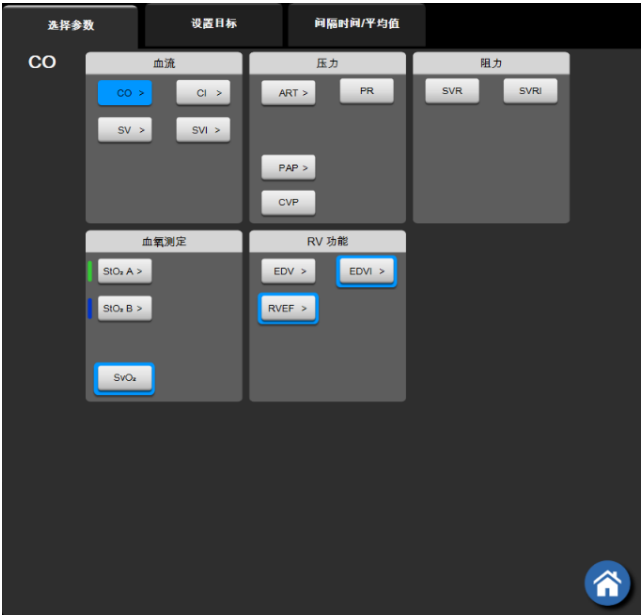

图 5-4 关键参数选择图块配置菜单示例
- 2 图块配置菜单将以彩色高亮展示所选择的参数以及以彩色轮廓展示当前正在显示的其他参数。屏幕上未高亮显示的为可用参数。图 5-4 显示了选择连续参数并使用 HemoSphere Swan-Ganz 模块进行监测时将会出现的图块配置菜单的参数选择选项卡。使用其他 HemoSphere 模块或缆线进行监测时此窗口的外观可能与图 5-4 中显示的不同。参数可分成几类。可用的类别取决于当前监护模式。下面列出的类别在参数选择配置菜单中进行分组。请参阅图 5-4。